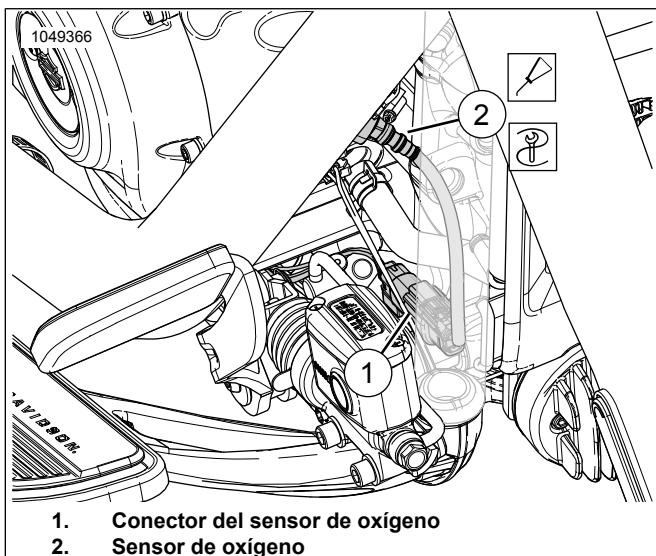

Figura 21. Sensor de oxígeno delantero
Vea Figura 21. Desenchufe el conector del sensor de oxígeno delantero (1) del arnés principal.